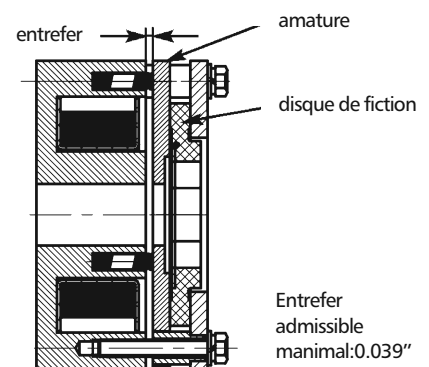

Figure 4-vérifiez l'entrefer de frein
- e. Vérifiez pour le disque de frein usé en mesurant l'entrefer à air de frein avec une jauge d'épaisseur. L'entrefer du frein plus large que la limite d'usure admissible peut provoquer le crissement ou l'échec de libérer (voyez la figure 4).
3. Vérifiez pour le disque de frein usé en mesurant l'entrefer à air de frein avec une jauge d'épaisseur. (voyez la figure 4) L'entrefer du frein plus large que la limite d'usure admissible peut provoquer le crissement ou l'échec de libérer.